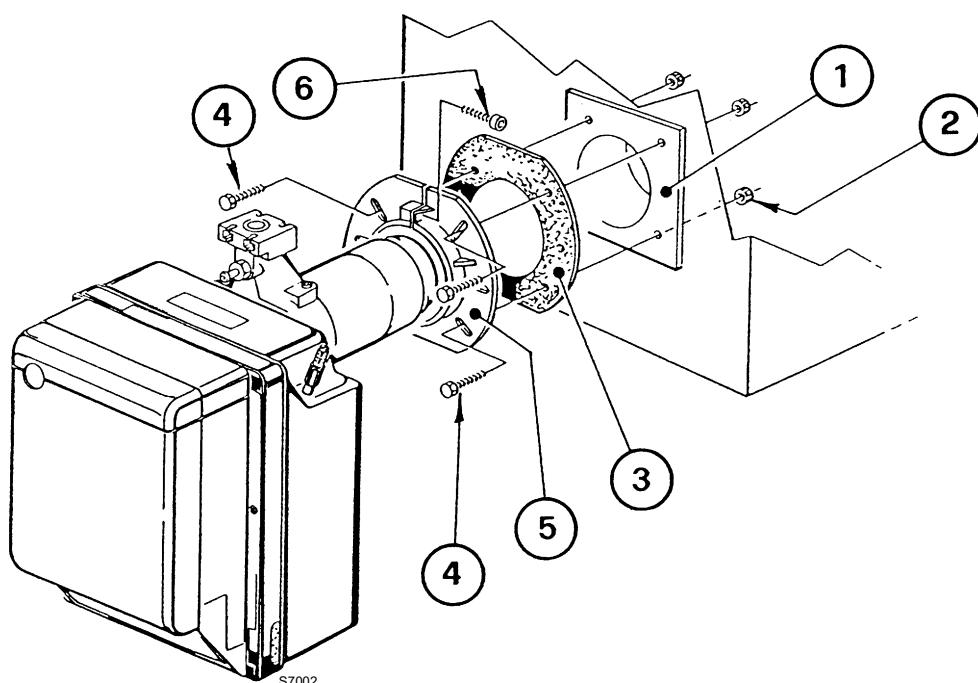

Fig. 12
- Fixer la bride 5) à la porte de la chaudière 1)(Fig. 12) avec les vis 4) et (si nécessaire) les écrous 2), en intercalant l'écran isolant 3); maintenir toutefois l'une des deux vis supérieures 4) desserrée.